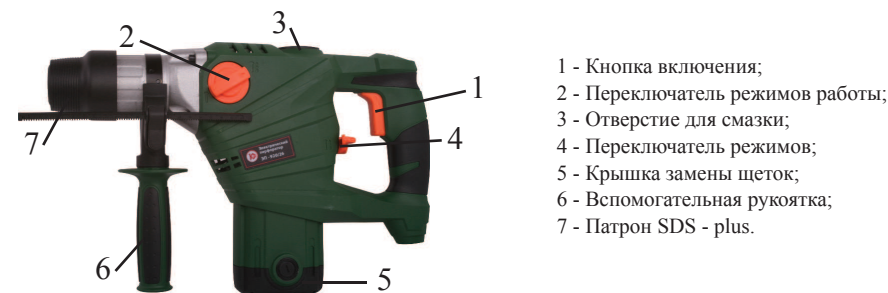

рис. 1
4.1 Общий вид перфоратора схематично представлено на рис. 1
см. Рис. 1